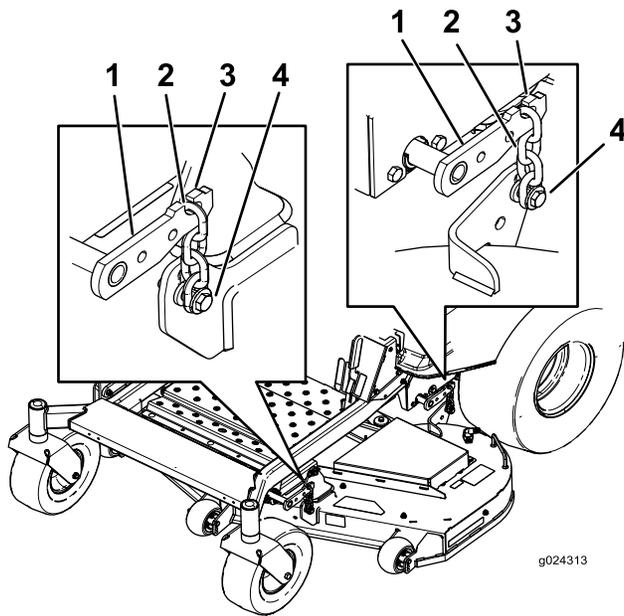

Figura 76
- Retire las cadenas de los ganchos de los brazos de elevación de la carcasa (Figura 76).
6. Eleve la parte trasera de la carcasa de corte y conecte las cadenas a los brazos de elevación traseros (Figura 76).
7. Conecte las cadenas delanteras a los brazos de elevación delanteros (Figura 76).